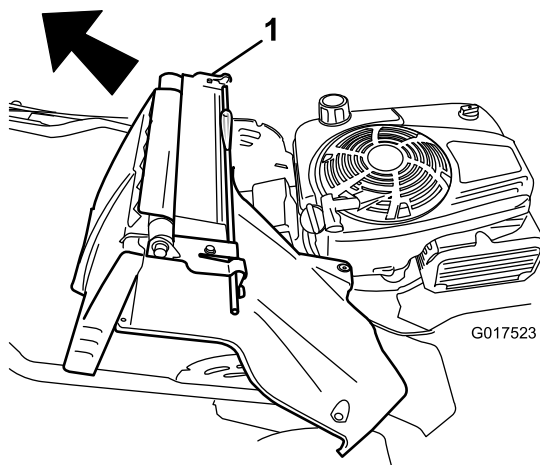

Bild 37
7. Entfernen Sie die Heckklappe und den Holmarretierhebel (Bild 37).